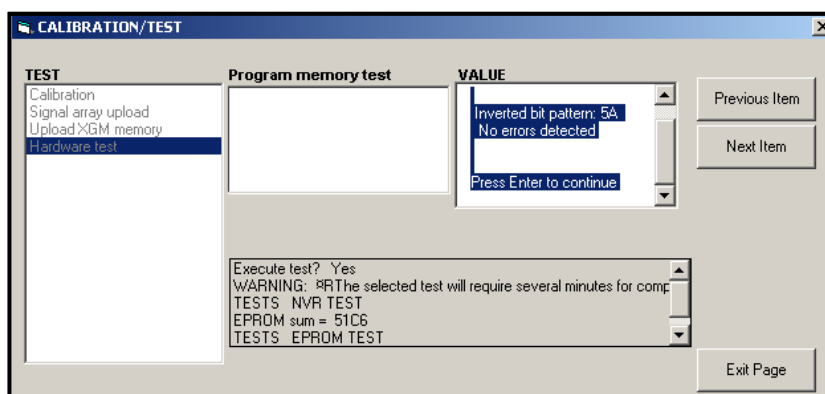

Рисунок 15. Выполнение теста энергонезависимой памяти (NVR)
4. При успешном прохождении теста энергонезависимой памяти (NVR) на экране появится окно, сходное с показанным на рис. 15 на стр. 54. Щелкните клавишу [Exit Page] (Покинуть страницу) для возврата в окно *Hardware Test (Тест аппаратуры)* и еще раз клавишу [Exit Page] для возврата в основное меню *Calibration/Test (Калибровка/проверка)*.